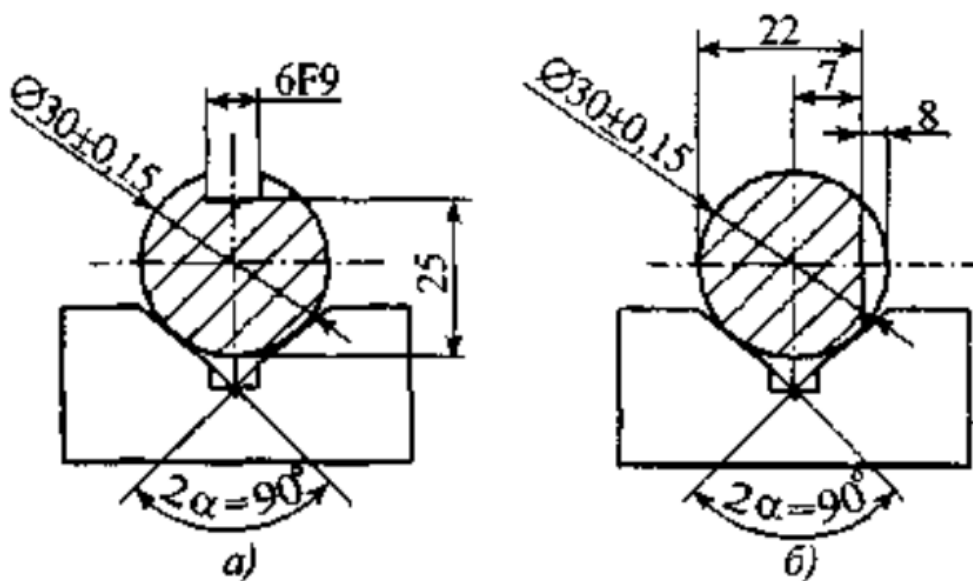

Рис. 4
8. Определите погрешность базирования (ϵ_{625}) при фрезеровании паза (Рис.4-а).
9. Определите погрешность базирования (ϵ_6) при фрезеровании плоскости лыски в размеры 8, 22, 7 мм (Рис.4-б).